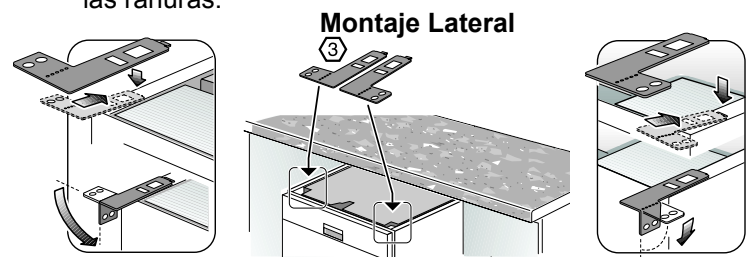

Ilustración 15
- 2 **Montaje Lateral** es usado para cubiertas hechas de mármol, granito u otro material muy duro que es difícil de perforar. Doble los soportes de montaje a lo largo de los agujeros pequeños en la misma dirección de las dos pestañas pequeñas. Acomode los soportes como se muestra en la Ilustración 15, y posicione las dos pestañas pequeñas en los soportes sobre las dos ranuras en las esquinas delanteras de la lavadora de platos. Empuje los soportes de montaje bien para insertar las pestañas en las ranuras.